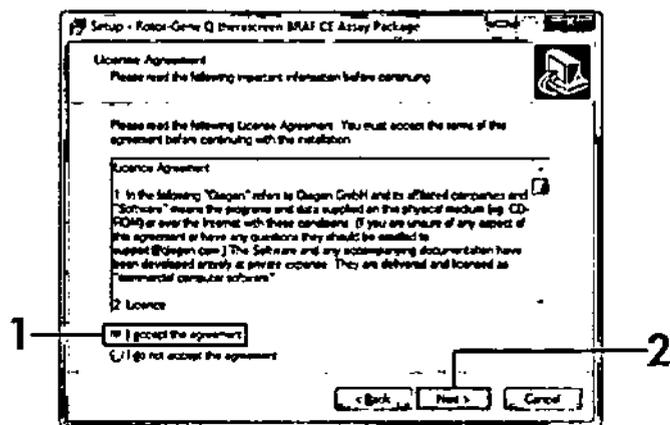

Ilustración 42. Cuadro de diálogo "License Agreement" (Acuerdo de licencia) (1 = Botón para aceptar, 2 = Botón "Next" [Siguiente])
5. Lea el Acuerdo de licencia del cuadro de diálogo "License Agreement" y marque la casilla "I accept the agreement" (Acepto el acuerdo) para aceptar el acuerdo. Haga clic en "Next" (Siguiente) para continuar (ilustración 42).